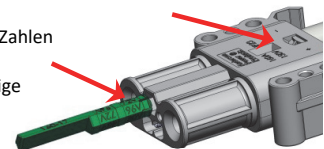

Abbildung 9
- Sobald der Stecker mit der Gehäusevorderseite abschließt, einen Schraubenzieher verwenden, um den Stecker weiterzudrücken bis er einrastet. (Abbildung 9)